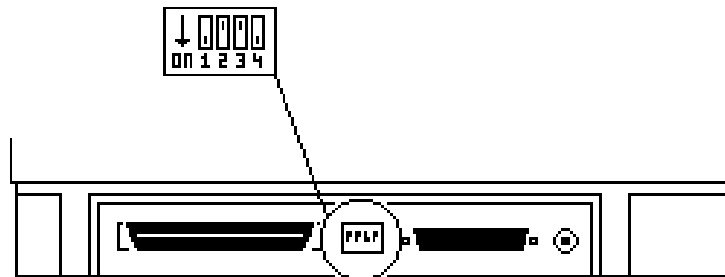

Figura 3: Localização dos microinterruptores
O número do ID do scanner pode ser definido através dos microinterruptores existentes na parte traseira do mesmo (veja a figura 3).
3. A partir do 'Gerenciador de Programas' (ou 'Program Manager'), seleccione a opção 'Executar' (ou 'Run') a partir do menu 'Arquivo' (ou 'File'). Veja a figura 3.